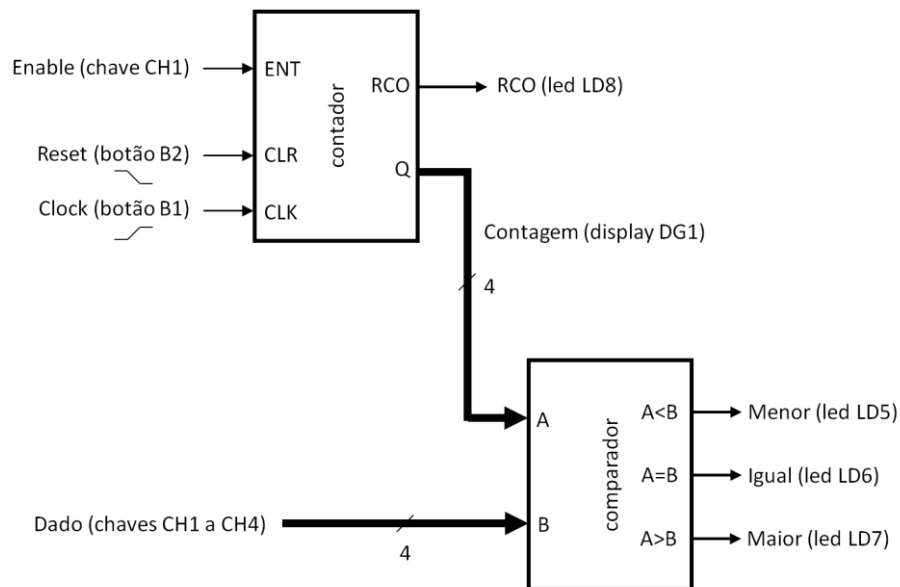

Figura 2 – Diagrama esquemático do circuito digital simples.
g) Esta atividade usa o circuito digital representado pelo diagrama esquemático da figura 2.